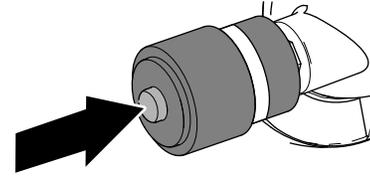

Figura 75
1. Si se muestra una banda roja en el indicador de mantenimiento, pulse el botón de reinicio situado al final del indicador (Figura 75).